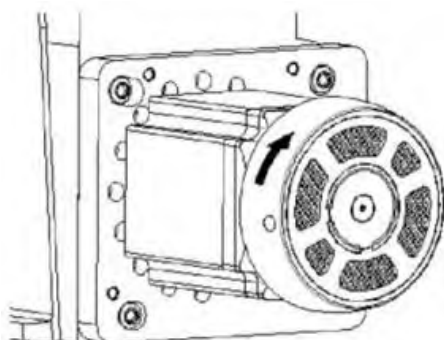

Рис.13 «Направление вращения махового колеса».
1) Поверните маховое колесо по часовой стрелке (рис.13).